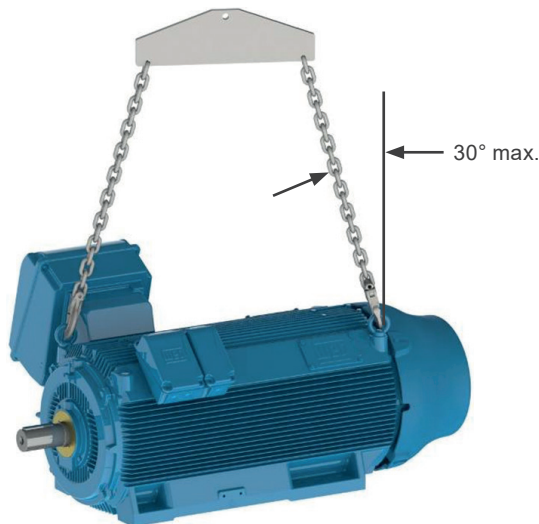

Figura 4.5: Ángulo máximo resultante para motores con dos o más cáncamos de elevación
- Para motores HGF, W51 HD, W40 y W50 conforme Figura 4.5 de la página 91, el ángulo máximo resultante debe ser de 30° en relación al eje vertical.